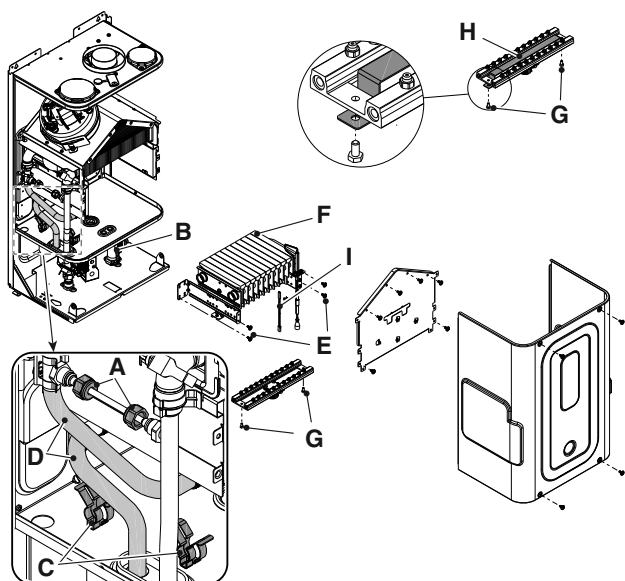
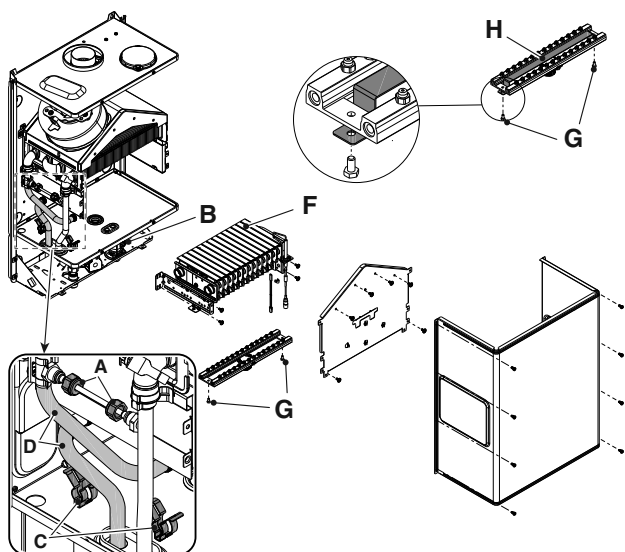

Fig. 14
Fig. 15
- scollegare il termostato bruciatore (I) togliendo l'apposita clip di fissaggio
- allentare i dadi (A) della rampa by-pass
- allentare il dado (B) della rampa flussostato/ bruciatore
- sfilare le clip (C) che assicurano le rampe al bruciatore
- sconnettere le rampe (D) dal bruciatore
- svitare le 4 viti (E) che fissano il bruciatore allo schienale
- estrarre il bruciatore (F), svitare le viti (G) che fissano il collettore al bruciatore (fig."Fig. 14" e fig."Fig. 15")